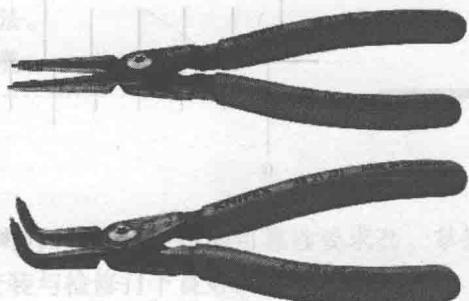

图 1-19 卡簧钳
(4) 卡簧钳 如图 1-19 所示, 它用于拆装固定轴承的卡簧(弹簧挡圈), 使用时应注意防止卡簧(弹簧挡圈)弹伤人。